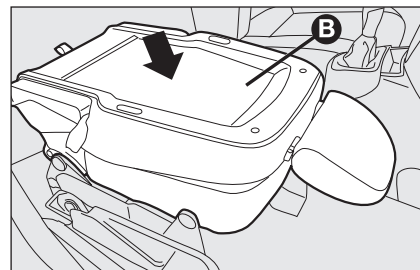

fig. 22
- ☐ druk vervolgens de rugleuning **B**-fig. 22 omlaag: de stoel is nu volledig ingeklapt in "tafel"-stand;